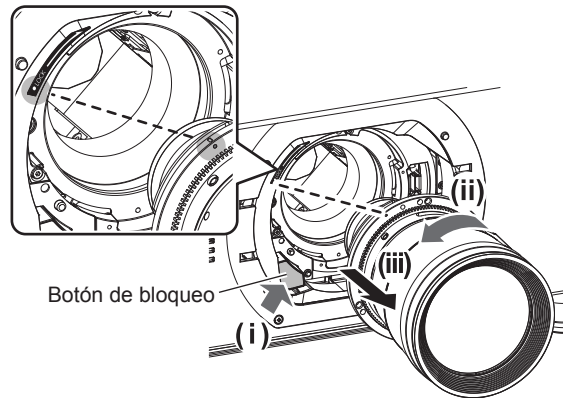

Figura 1
**3) Manteniendo pulsado el botón de bloqueo, retire la lente de proyección girándola en el sentido contrario a las agujas del reloj. (Figura 1)**